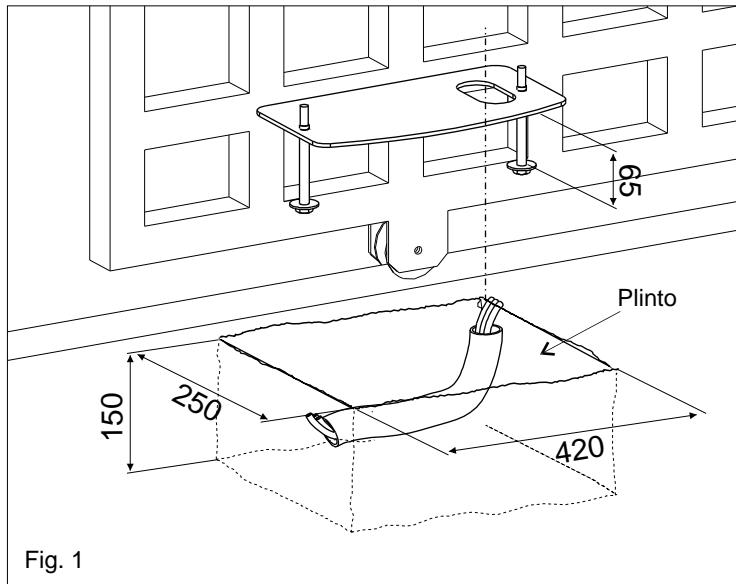

Fig. 1
**2.1.** Prévoir, en se basant sur les mesures reportées dans Fig. 1, une petite place de béton ou y sera murée la plaque de fondation et les boulons d'ancrage.
NB: Il est opportun, si la structure du portail le permet, de soulever la plaque du niveau pavé d'au moins 50 mm pour éviter des éventuelles stagnations d'eau (Fig. 1).